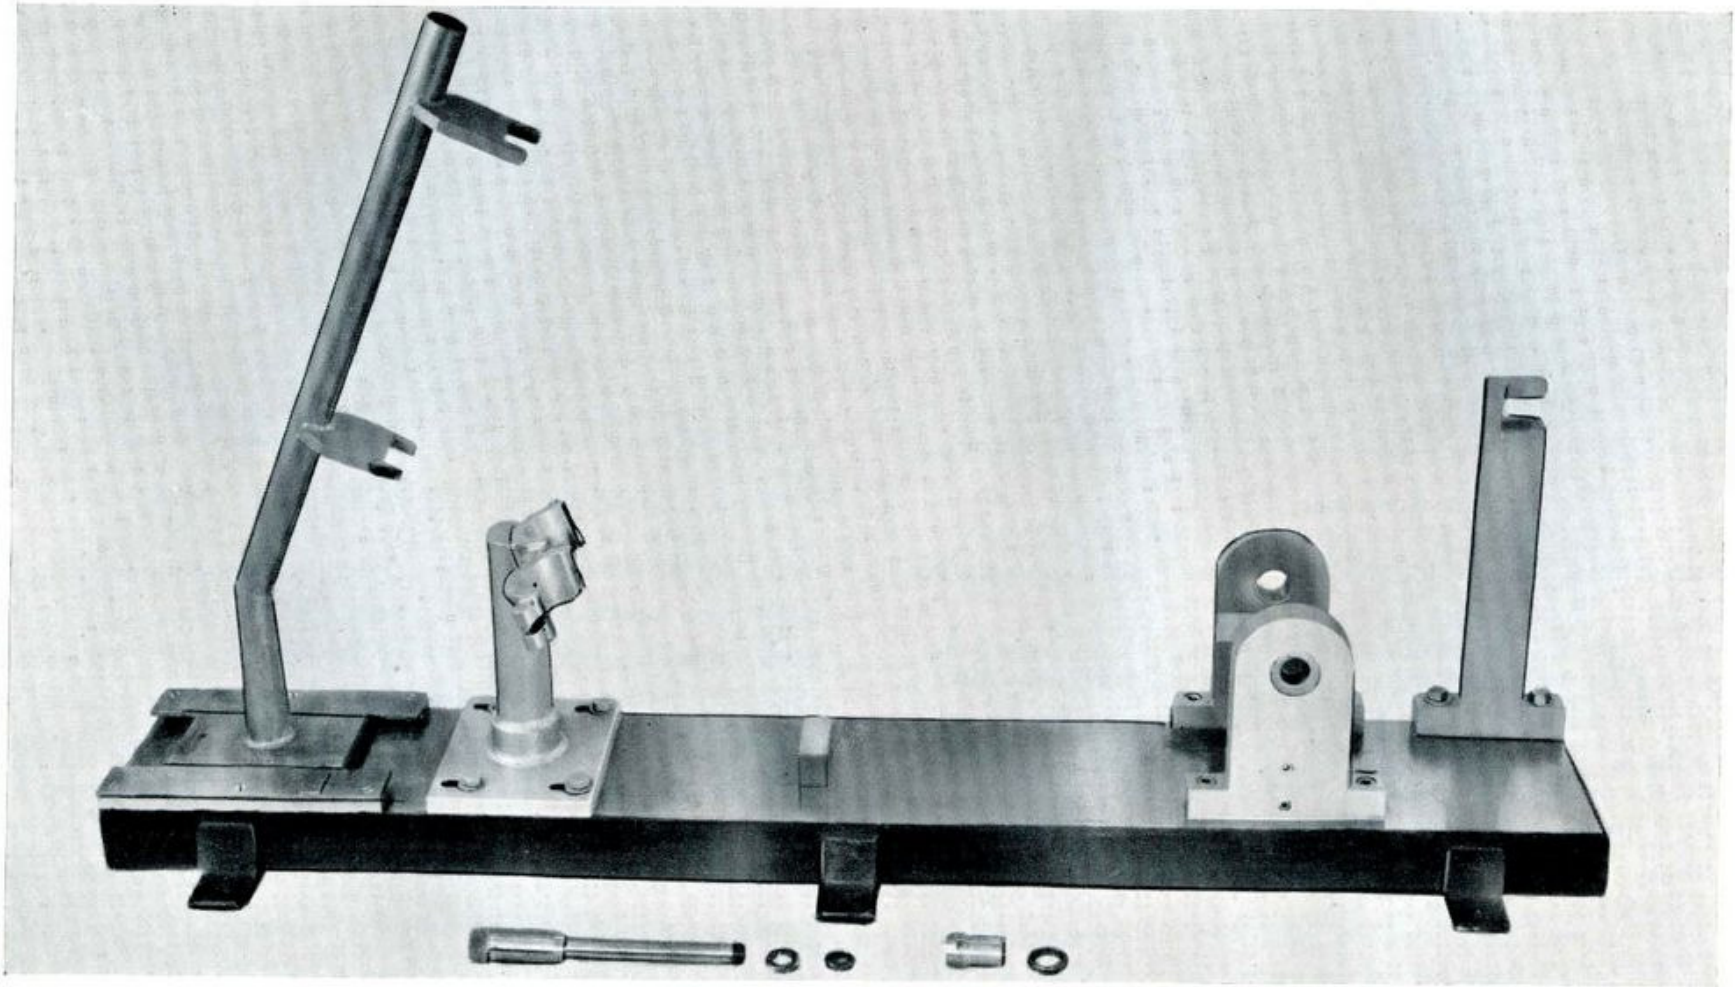

Fig. 57
b) RADDRIZZATURA DELLA PARTE ANTERIORE DEL TELAIO, attrezzo n. 58927 fig. 57.